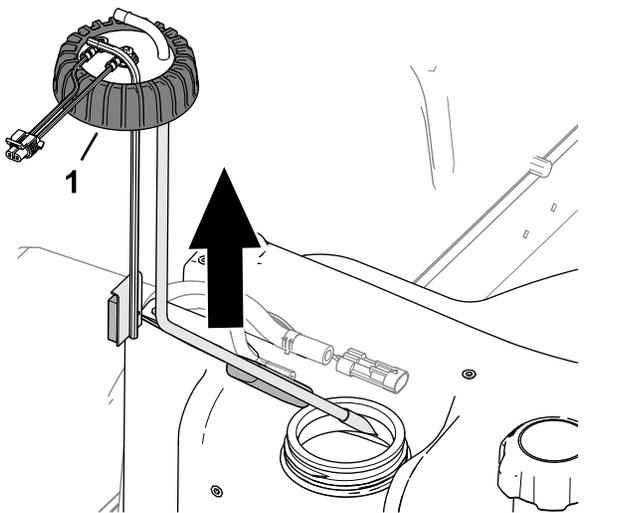

Bild 90
5. Lösen Sie den Deckel des Kraftstoff-Füllstandsensors (Bild 90).